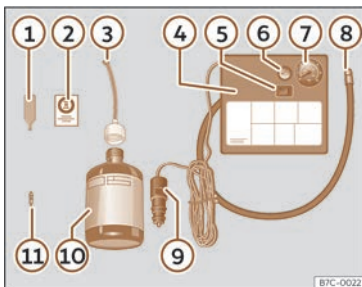

Abb. 214 Prinzipdarstellung: Bestandteile des Pannensets.
Das Pannenset befindet sich im Gepäckraum unter dem Bodenbelag. Es besteht aus folgenden Bestandteilen >>> (Abb. 214):
• Ventilkappe und Ventileinsatz vom Reifenventil abschrauben. Verwenden Sie den Ventileinsatzdreher >>> (Abb. 214) ① zum Heraus-schrauben des Ventileinsatzes. Legen Sie den Ventileinsatz auf einem sauberen Untergrund ab.
• Reifenfüllflasche kräftig schütteln >>> (Abb. 214) ⑩.
• Einfüllschlauch >>> (Abb. 214) ③ auf die Reifenfüllflasche schrauben. Die Folie am Verschluss wird automatisch durchstoßen.
• Verschlussstopfen vom Einfüllschlauch >>> (Abb. 214) ③ entfernen und das offene Schlauchende auf das Reifenventil schrauben.
• Ventileinsatz mit dem Ventileinsatzdreher >>> (Abb. 214) ① wieder in das Reifenventil schrauben.
• Reifenfüllschlauch >>> (Abb. 214) ⑧ des Luftkompressors fest auf das Reifenventil schrauben.
• Prüfen, ob die Luftablassschraube >>> (Abb. 214) ⑥ zuge dreht ist.
- Kabelstecker >>> (Abb. 214) ⑨ in eine 12-Volt-Steckdose des Fahrzeugs stecken >>> S. 257.
- Luftkompressor mit dem EIN-/AUS-Schalter >>> (Abb. 214) ⑤ einschalten.
- Kleben Sie den Aufkleber >>> (Abb. 214) ② im Sichtfeld des Fahrers auf das Kombi-Instrument.
Schließen Sie den Reifenfüllschlauch >>> (Abb. 214) ⑧ wieder an und lesen Sie den Reifenfülldruck an der Reifenfülldruckanzeige ⑦ ab.